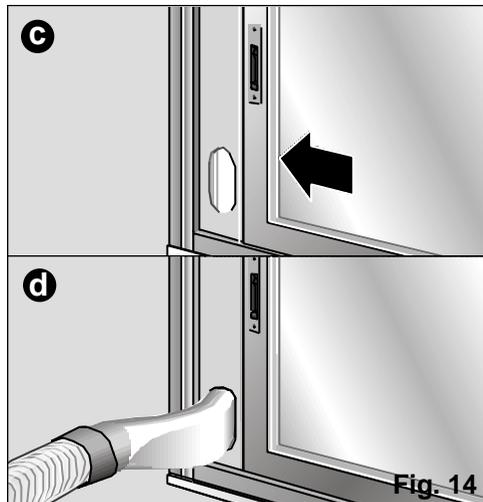

Fig. 14
- Può usarsi anche l'accessorio d'installazione slitta finestra / balcone (vedasi "Descrizione degli accessori"). **Fig. 14: a, b, c, d.** Esso serve sia per finestre orizzontali, sia verticali/balconi.